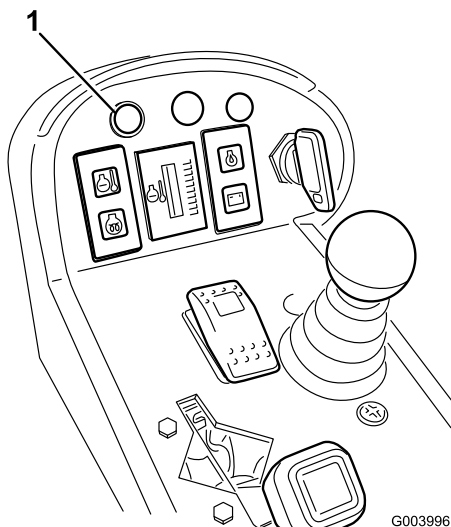

Figura 39
3. Retire e substitua o filtro (Figura 39).